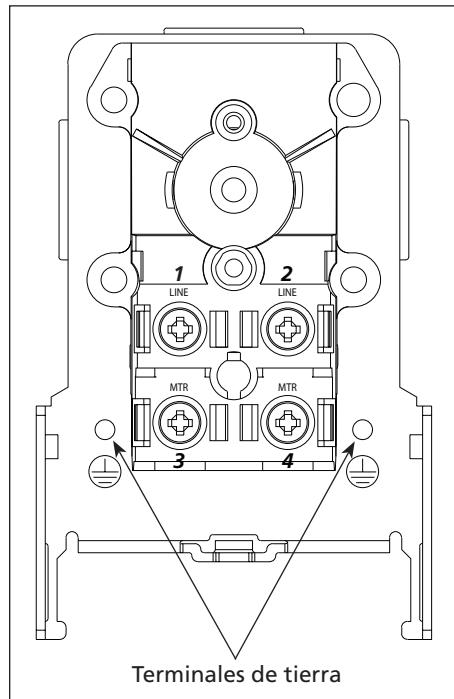

Figura 4
- Coloque el alambre con forro negro del motor debajo de la cabeza del tornillo #4 (Vea la Figura 4), apriete el tornillo para asegurar el alambre. Coloque el alambre con forro negro debajo de la cabeza del tornillo #2 y apriete el tornillo para asegurar el alambre (Vea la Figura 4).
- Coloque el alambre con forro blanco debajo de la cabeza del tornillo #1 (Vea la Figura 4), apriete el tornillo para asegurar el alambre. Coloque el alambre con forro blanco del motor debajo de la cabeza del tornillo #3 y apriete el tornillo para asegurar el alambre (Vea la Figura 4).
10. Conecte el alambre verde de tierra del cordón al interior del presostato con el tornillo de tierra incluido en el kit. Repita el procedimiento con el alambre de tierra verde del cable del motor (Vea la Figura 4).